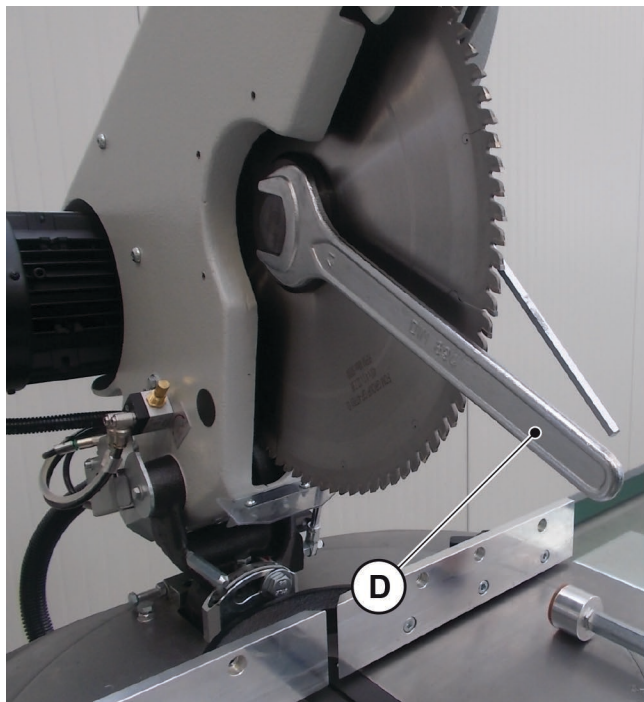
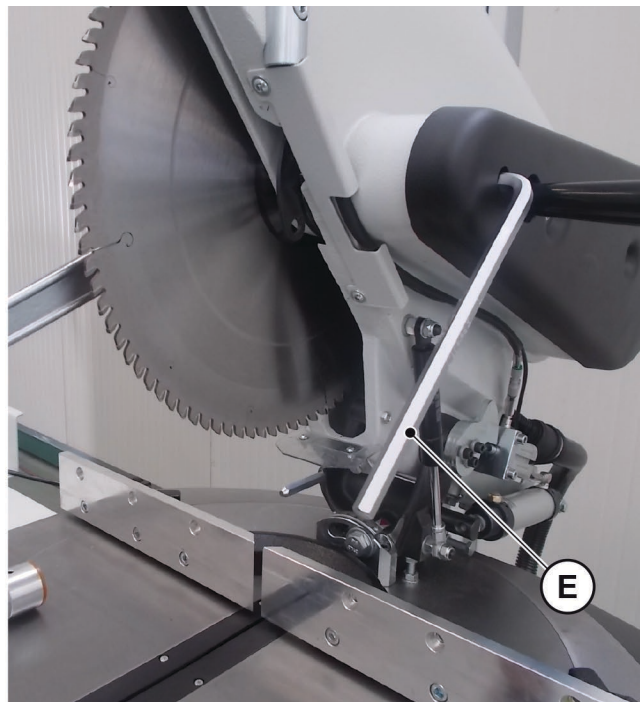

Abb. 09-08
Abb. 09-09
- Den mit dem Flansch mitgelieferten C-förmigen 41er Schlüssel „D“ (**Abb. 09-08**) einsetzen und den ebenfalls mitgelieferten Sechskantschlüssel „E“ (**Abb. 09-09**), wie in der Abbildung gezeigt, einsetzen und im Uhrzeigersinn drehen, um die Welle zu lösen.
- Den Flansch „G“ mit der Schraube „F“ von Hand befestigen und anschließend mit dem Sechskantschlüssel „E“ (**Abb. 09-09**) in entgegengesetzter Richtung zu der für das Lösen angegebenen Richtung festziehen (Anzugsdrehmoment = 45 N).